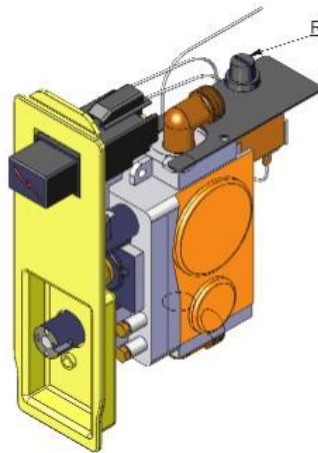

Fig. 8
• Intervención del termostato de seguridad. (Fig. 8)